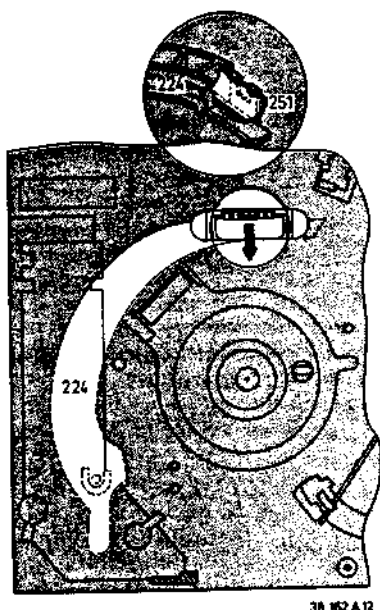

Fig. 3-1-20
- Ringfeder (Pos. 251) mit Flachzange durch rechteckiges Loch im Chassis (Unterseite) ausbauen (Abb. 3-1-20).
Ringfeder mit Flachzange hineindrücken, bis Feder sicher in Stufe auf Einfädelarm einrastet (Abb. 3-1-20).